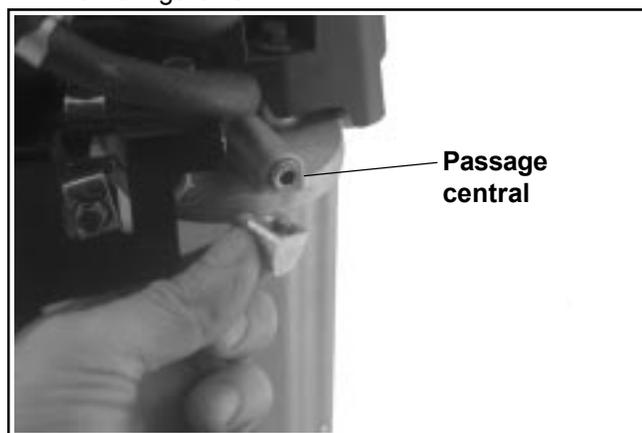
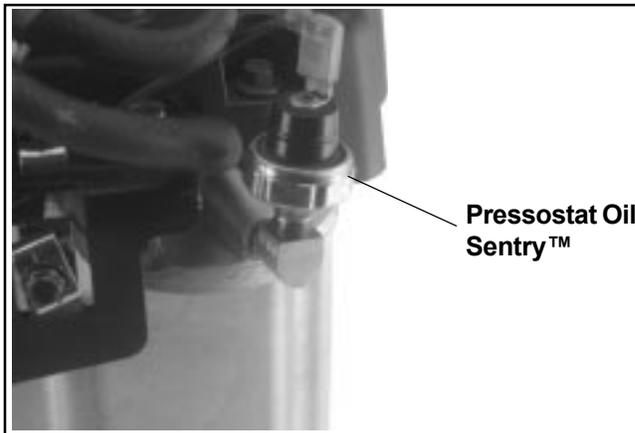

Figure 10-73. Montage du bouchon de tuyau ou de l'adaptateur.
Figure 10-74. Installation du pressostat Oil Sentry™.
1. Appliquer **de l'enduit pour tuyaux avec Téflon®** (Loctite® n° 59241 ou équivalent) sur le bouchon de 1/8" ou l'adaptateur. Installer et serrer dans la lumière sur la plaque de fermeture. Voir la Figure 10-73. Serrer le bouchon au couple de **4,5-5,0 Nm (40-45 in. lb.)**. Si un interrupteur était installé, appliquer de l'enduit sur les filets du pressostat Oil Sentry™ et le monter dans l'adaptateur ou le passage central. Serrer le pressostat au couple de **4,5-5,0 N·m (40-45 in. lb.)**. Connecter le câble vert du faisceau de câbles à la borne du pressostat. Voir la Figure 10-74.